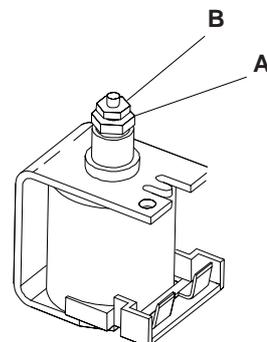

fig. 36
- Correggere eventualmente il valore ruotando il dado "A" (fig. 36) in senso ORARIO per aumentare, in senso ANTIORARIO per diminuire.
- Trascorsi circa 120 secondi, il valore della pressione aumenta: verificare il valore, e se è il caso correggerlo ruotando il dado "B" (fig. 36) in senso ORARIO per aumentare, in senso ANTIORARIO per diminuire.